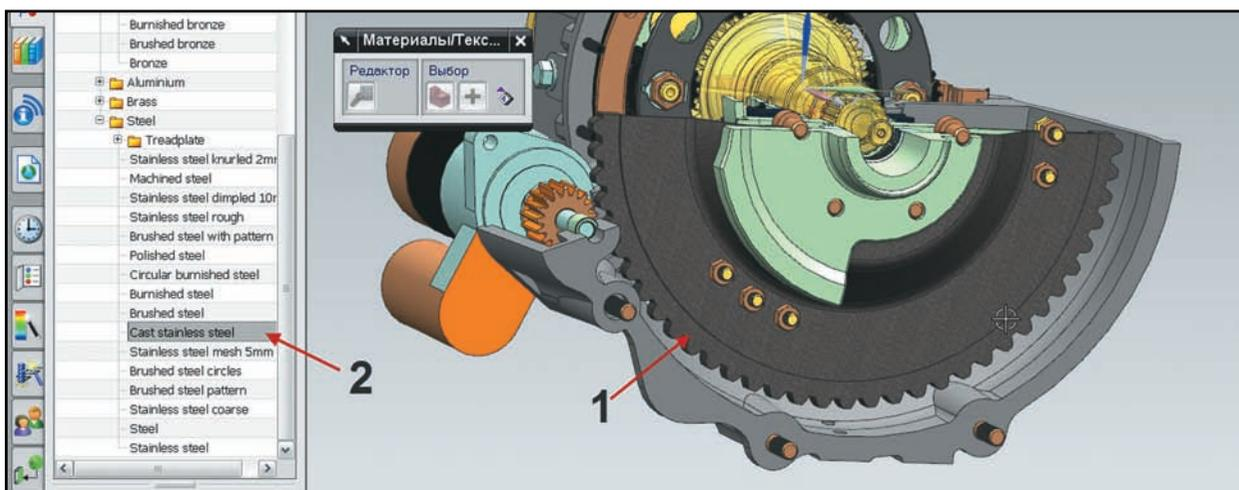

Рисунок 11.23. Назначение материала из Библиотеки материалов.
- Сначала назначим материал из Библиотеки материалов. Для этого разверните какой-нибудь раздел библиотеки, например **Metal > Steel** и далее, установив в фильтре выбора значение **Твердое тело (Solid Body)**, выберите в графической области какой-нибудь компонент, а затем в раскрытом списке библиотеки выберите желаемый материал (рис. 11.23).